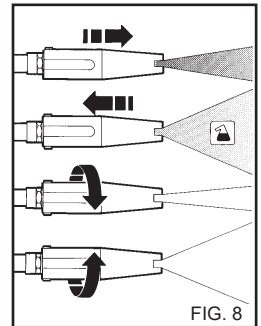

FIG. 8
**USO DELL'UGELLO REGOLABILE MULTIREG (Fig. 8)**